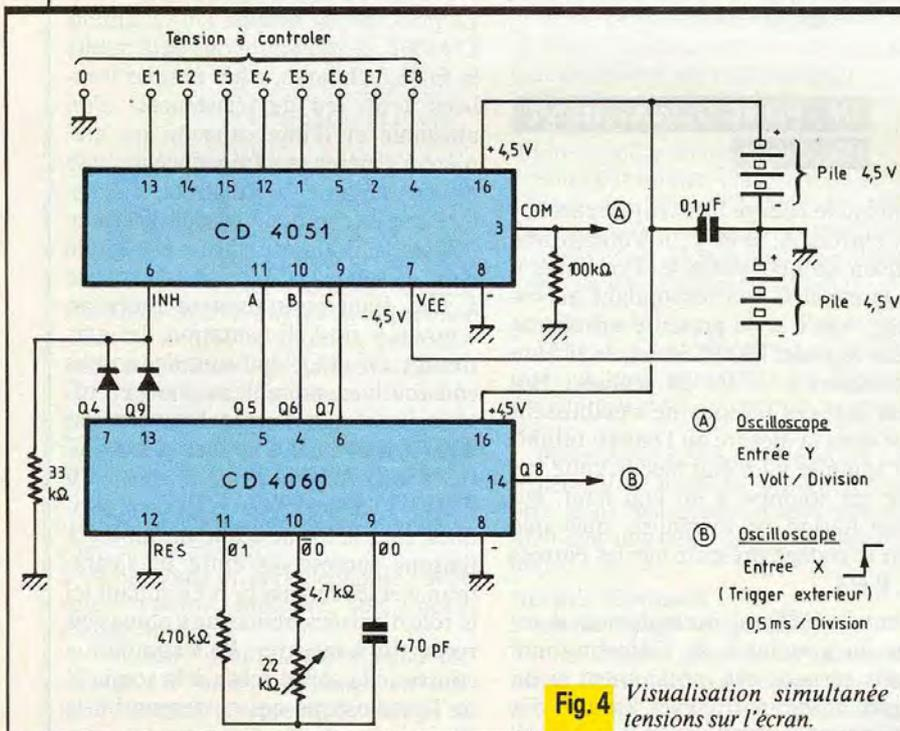

Fig. 4 Visualisation simultanée des 8 tensions sur l'écran.
La figure 4 illustre un exemple : il s'agit de visualiser simultanément, sur le même écran d'oscilloscope, huit potentiels différents. Imaginez ce qui se passerait s'il fallait brancher, et surtout contrôler, simultanément les valeurs indiqués par huit voltmètres... et cela avec deux yeux seulement.
a) Groupement série (fig. 4)